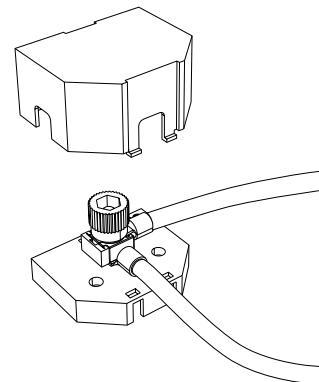

Bild 26. Skyddslock säkringslåda
5. Montera säkringslådans skyddslock, se Bild 26.